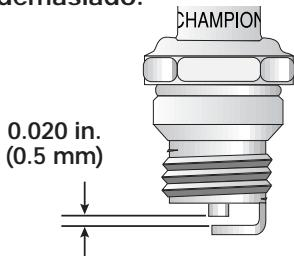

Fig. 31
3. Cambie las bujías que estén rajadas, sucias o deterioradas. Fije la separación de aire a 0.020 pulgadas (0.5 mm) utilizando un calibrador (Fig. 31).